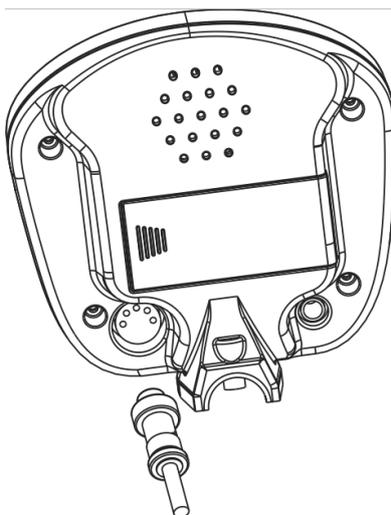

Fig.5 Connexion de la tête de détection
6. Branchez le câble de la tête de détection au panneau de contrôle (Voir Fig. 5) .